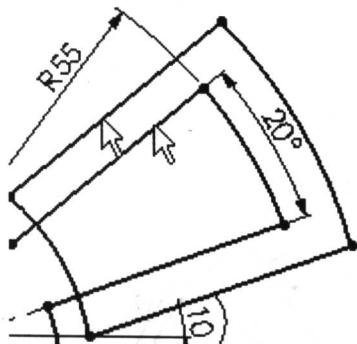

图 1-25 选择线段
- 5) 将图 1-25 中箭头所指的两条直线作“平行”约束。